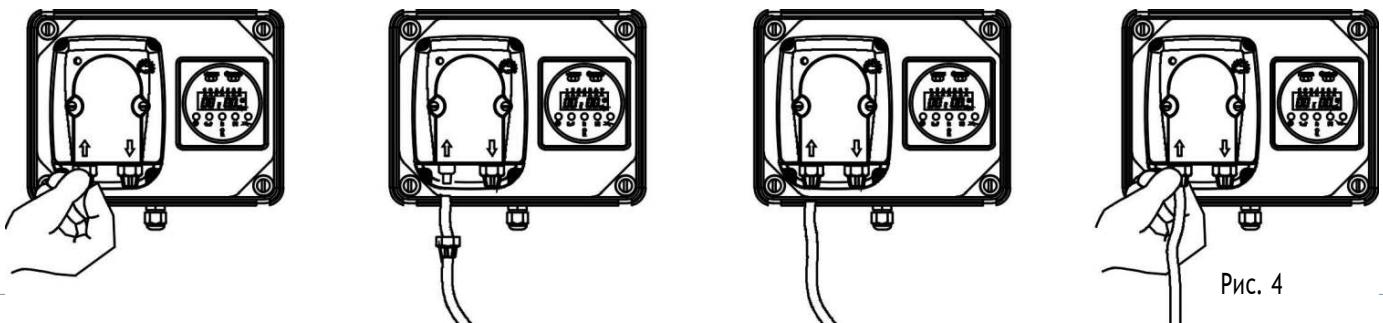

Рис. 4
d. - Пропустіть шланг через гайку, одночасно проштовхуючи і обертаючи, вставте шланг в конічне з'єднання ніпеля (зажим шланга), поворотом гайки зафіксуйте шланг. (Рис. 4)